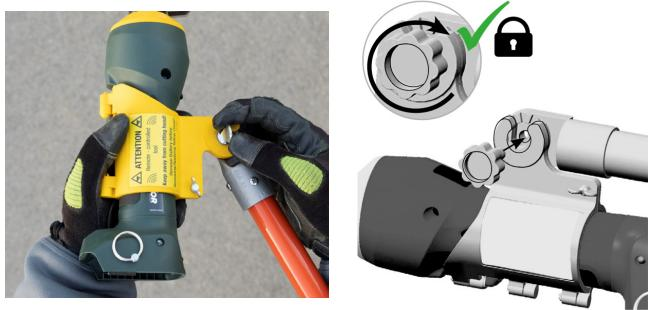

Figure 12
7. Insérer le bouton de montage de la perche isolante du côté de l'outil et tourner suffisamment pour le fixer à l'extrémité de la perche isolante. Desserrer suffisamment le bouton pour permettre le réglage de la position, puis serrer pour engager les dents afin de maintenir le coupe-câble en position (Fig. 12)